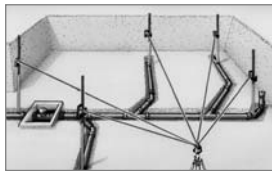

Bild 4
- Mit einem Rotationslaser und zwei SensoLite können Sie gleichzeitig an zwei Positionen arbeiten (Bild 4).